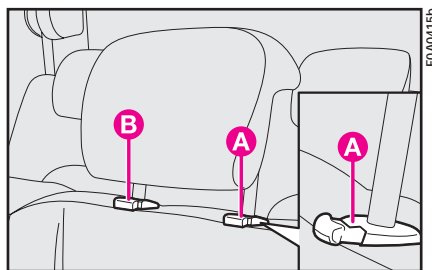

рис. 62b
Чтобы воспользоваться подголовником, поднимите его из положения (1) в положение (2). Чтобы установить подголовник в положение (1), нажмите кнопки **A** (рис. 62b) и надавите на подголовник вниз.